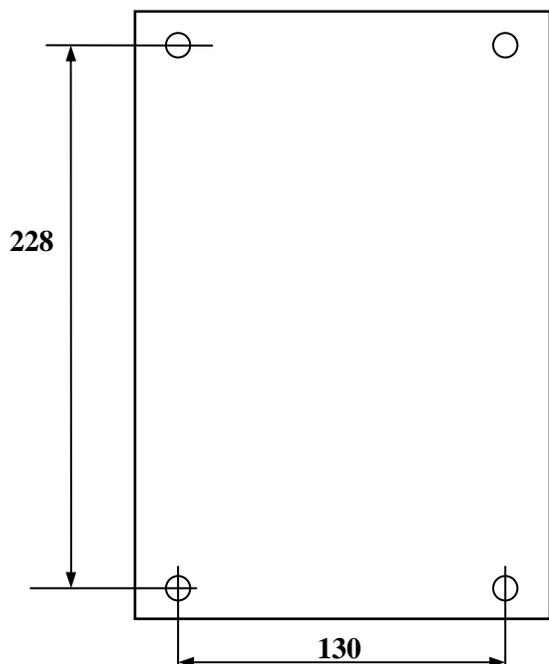

Рисунок.4.1 Разметка крепления УПКВ
2. Разместить УПВК вблизи видеокамеры (до 1 м). Произвести разметку крепления по размерам, представленным на рис.4.1.